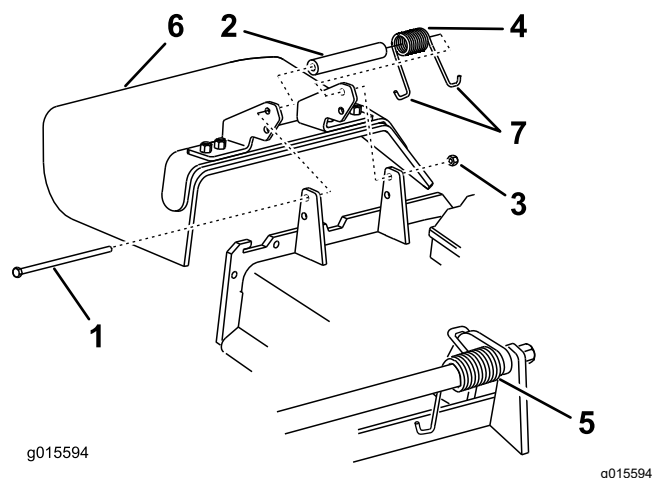

Figure 125
1. Retirez le contre-écrou, le boulon, le ressort et l'entretoise qui fixent le déflecteur aux supports de pivot (Figure 125).
2. Enlevez le déflecteur s'il est endommagé ou usé (Figure 125).
Remarque: Prenez soin de placer une extrémité en J du ressort derrière le bord du tablier avant de mettre le boulon en place, comme montré à la Figure 125.
6. Placez une extrémité en J du ressort autour du déflecteur d'herbe (Figure 125).